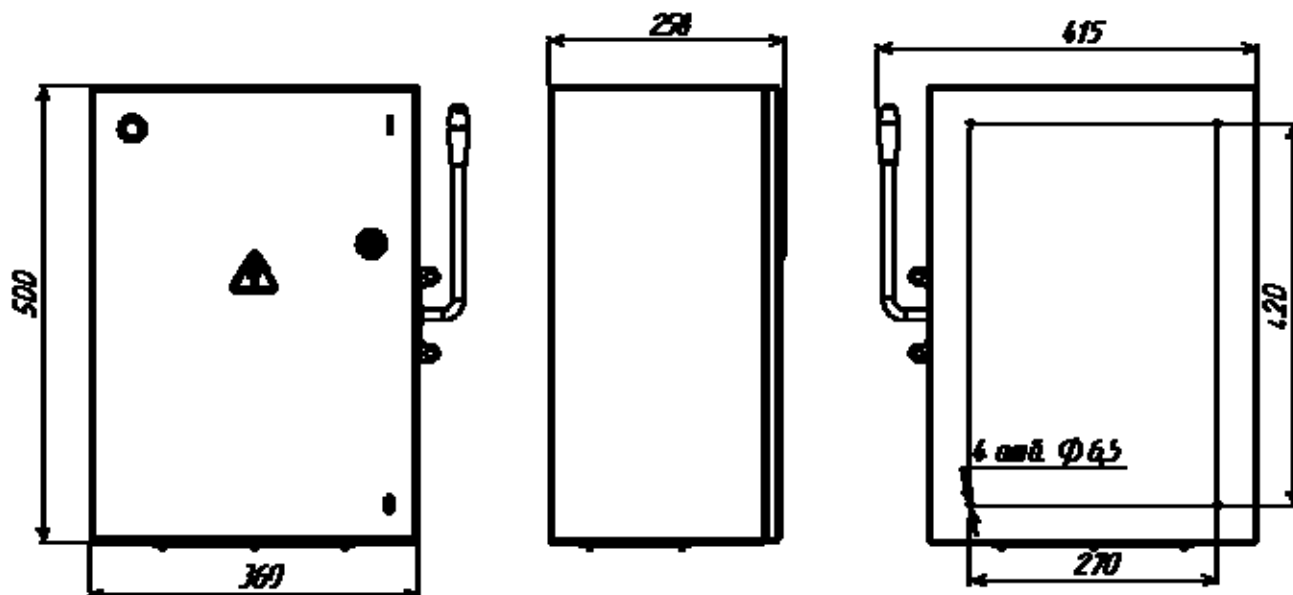

Рис.1. Внешний вид, габаритные и установочные размеры корпуса ящика силового ЯБПВУ-250-54-У3-001-Узола.
2.13. Габаритные и установочные размеры	- см. рис.1;